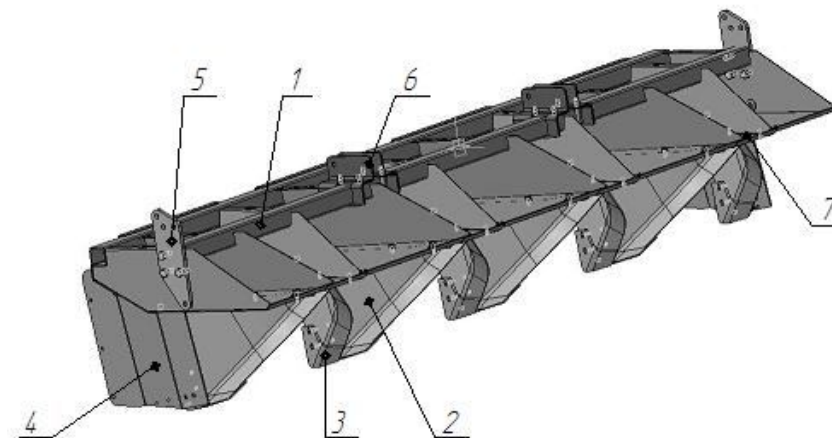

Рис. 6 Гребнеобразователь в сборе.
4.5. Гребнеобразователь (рис.6) предназначен для формирования трапецидального профиля гребня. Гребнеобразователь состоит из сварной рамы 1. Для формирования гребня внизу установлены спаренные формообразователи 2 на которых установлена двухгранная накладка 3, выполненная из твердого сплава. По краям гребнеобразователя установлены щитки 4. Для крепления гребнеобразователя к раме культиватора установлены два кронштейна 5 и четыре уха 6.
- ширина гребня регулируется путем перемещения формирователей гребня 2 (рис. 6) по сектору;
- для формирования гребней на послеवсходовом поле необходимо снять вставки 7 (рис.6) с гребнеобразователя.